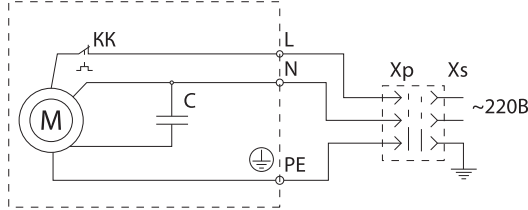
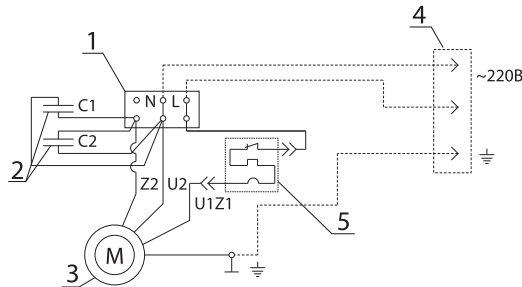

Рис. 3 Схема электрическая принципиальная
Рис. 4 Схема электрическая принципиальная
- Электрическое подключение производится в коробке выводов электродвигателя в соответствии с электрической схемой, приведенной на рисунке (рис.3 для насосов 2СРm60, рис.4 для 2СРm60Q, 2СРm60H) и данными таблички.